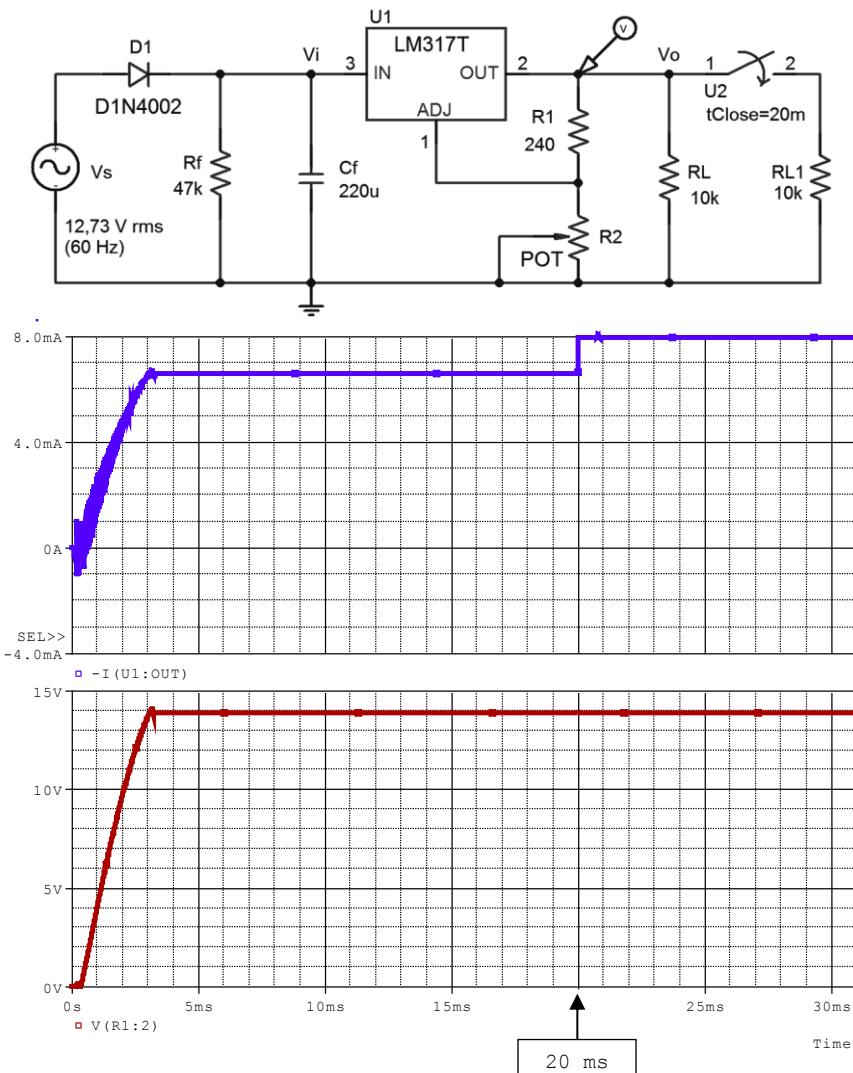

Figura 2.116 – Exemplo 59: simulação através do PSpice.
**Exemplo 59** – Simulação no PSpice: regulador de tensão LM317T – Figura 2.116. Para o potenciômetro  $R_2$  ajustado em  $2,4\text{ k}\Omega$ , o valor calculado de  $V_o$  é de  $13,99\text{ V}$ , de acordo com a equação (2.50) – Verifique! Em  $t = 20\text{ ms}$  ocorre um transitório de carga, de  $100\%$  (a carga varia de  $10\text{ k}\Omega$  para  $5\text{ k}\Omega$ ). Observa-se a atuação do regulador neste instante, corrigindo a tensão projetada (corrente  $I(U1:\text{out})$ ).